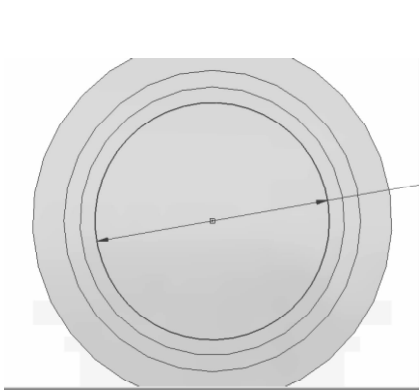

图 7-85 绘制草图
(2) 在程序自动弹出的草图绘制界面中，绘制如图 7-85 所示的草图，单击  【确定】按钮。